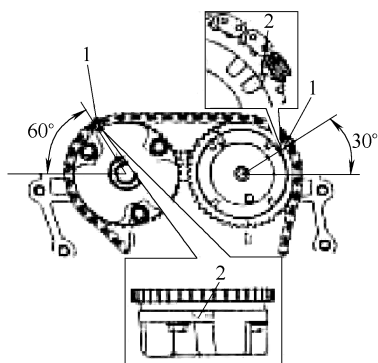

图 6-4 安装曲轴到正时链上
① 对配置有 V. V. T. 系统的发动机而言：通过把正时链条的深蓝色板 1 以及凸轮轴正时链轮上的三角形标记 2 对齐，安装正时链条，如图 6-4 所示。
② 对没有配置有 V. V. T. 系统的发动机而言：通过把正时链条的深蓝色板 1、进气凸轮轴正时链轮上的圆形标记以及排气凸轮轴正时链轮上的三角形标记 2 对齐，安装正时链条，如图 6-4 所示。
4) 通过把正时链条的金色板以及曲轴正时链轮上的圆形标记对齐。把曲轴正时链轮装配在正时链条上。然后，把已经装有链条的曲轴正时链轮安装在曲轴上，如图 6-4 所示。